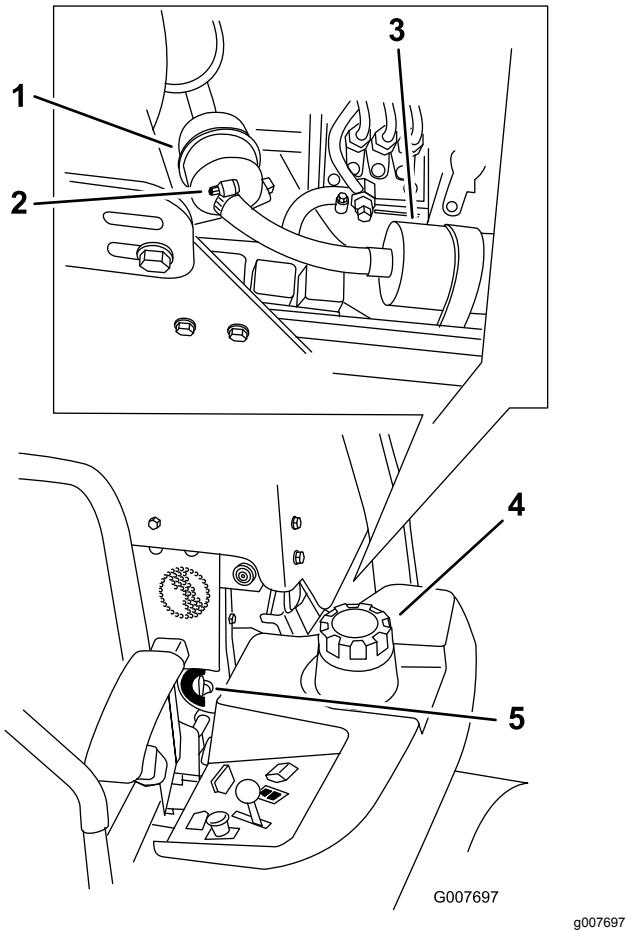

Figura 44
4. Chiudete la valvola di intercettazione del carburante(Figura 44).
5. Allentate le 2 fascette stringitubo e scolligate i tubi del carburante dal filtro carburante (Figura 44).
6. Montate un nuovo filtro. Collegate i tubi del carburante al filtro carburante e montate le 2 fascette stringitubo (Figura 44).